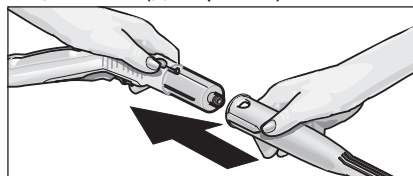

Рис. 2: приєднання насадок до парового пістолета
- З'єднайте необхідну насадку (D1, E1, F1) з паровим пістолетом (С1). Для цього необхідно надіти трубчастий кінець насадки на паровий пістолет (С1). Насадку необхідно надягати на паровий пістолет, доки кнопка розблокування (С2) парового пістолета не увійде у зацеплення (див. рис. 2).